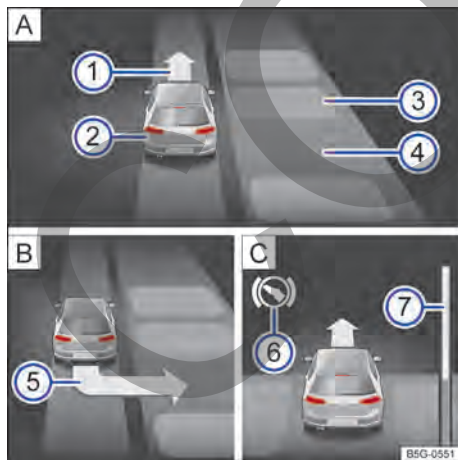

Fig. 115 En el display del instrumento combinado: estacionar lado a lado. **[A]** Buscar una plaza de estacionamiento. **[B]** Posición para estacionar. **[C]** Maniobrar.
- Estacionar cuando aparezca en la pantalla del instrumento combinado la indicación de estacionamiento → **fig. 115** **U** → pág. 147.
Leyenda de la → fig. 115 (modo de estacionamiento de lado a lado con marcha atrás):
- Frenar cuando suene una alarma acústica que indica el cambio de dirección, se enciende la flecha → fig. 115 ① **[A]**, se enciende el símbolo blanco **[S]** o se muestra un mensaje.